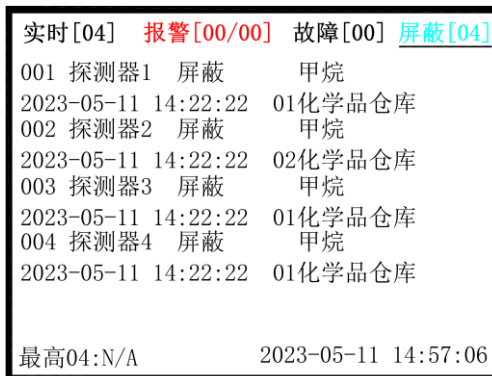

图 5-4
5.4 屏蔽状态 当系统中有屏蔽信息存在时，系统屏蔽指示灯点亮，液晶显式屏蔽信息。如图 5-4